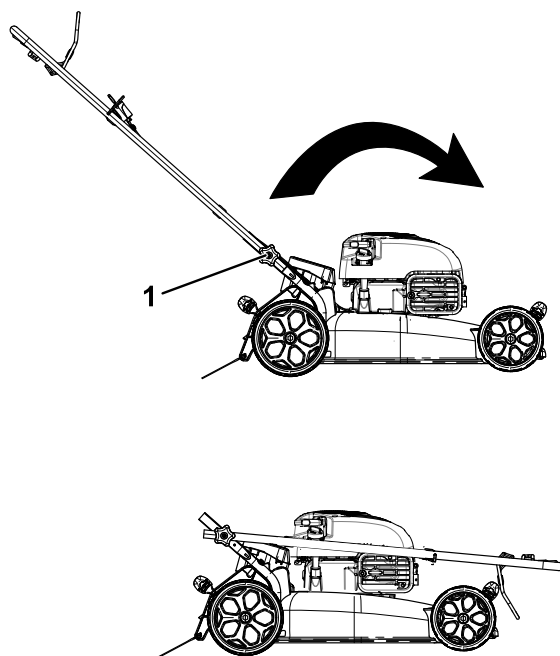

Bild 23
2. Lösen Sie die Holmhandräder, bis Sie den Holm ungehindert bewegen können (Bild 23).
1. Holmhandrad (2)
3. Schieben Sie den Holm nach vorne, siehe Bild 23.